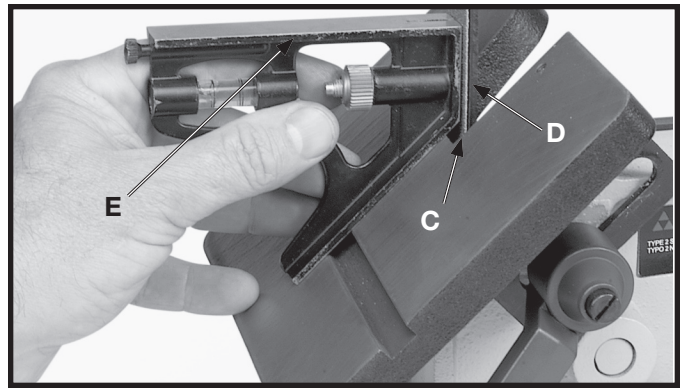

Fig. 27
La mesa puede inclinarse 45 grados hacia adelante como lo ilustra la Fig. 27, aflojando la palanca de cierre (B). Utilizando una escuadra de combinaciones (E), verifique que la mesa está a 45 grados de la correa y apriete la palanca de cierre (B).